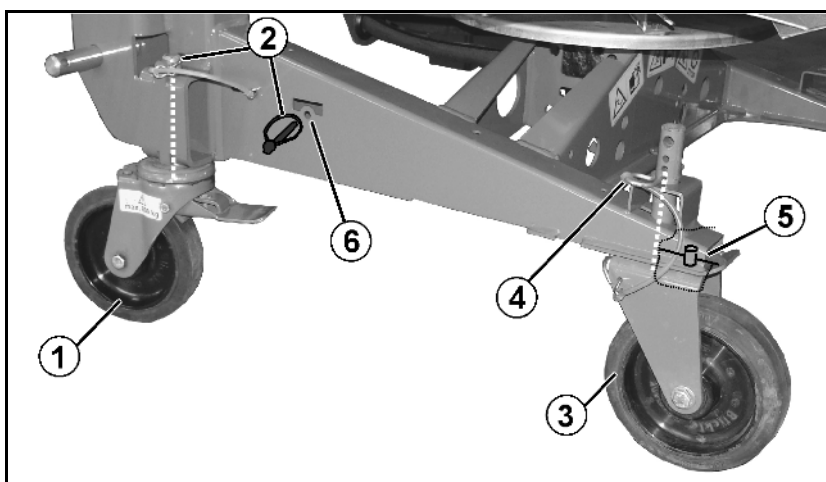

Рис. 31
5. Поворотное переднее колесо с тормозом (Рис. 31/1)
- о установите и застопорите пружинным фиксатором (Рис. 31/2),
- о демонтируйте, прежде чем снять пружинный фиксатор и приведите пружинный фиксатор в нерабочее положение (Рис. 31/6).
6. Неподвижное заднее колесо (Рис. 31/3)
При монтаже неподвижного колеса обратите внимание на то, чтобы палец (Рис. 31/5) вошел в отверстие рамы, и, тем самым, удерживал колесо в продольном направлении.